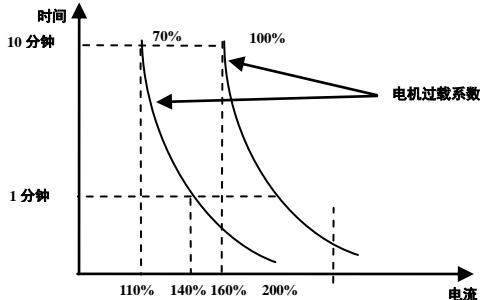

图 5-16 电机过载系数设定
- 该值可根据用户需求自己设定，相同条件下F707设定值越小，电机过载保护越快速，如图5-16所示。举例说明：使用7.5kW的变频器(额定电流为17A)带5.5kW(额定电流为12A)电机，F707=12/17×100%≈70%，当电机实际电流为140%的变频器额定电流时，1分钟后变频器跳过载保护；